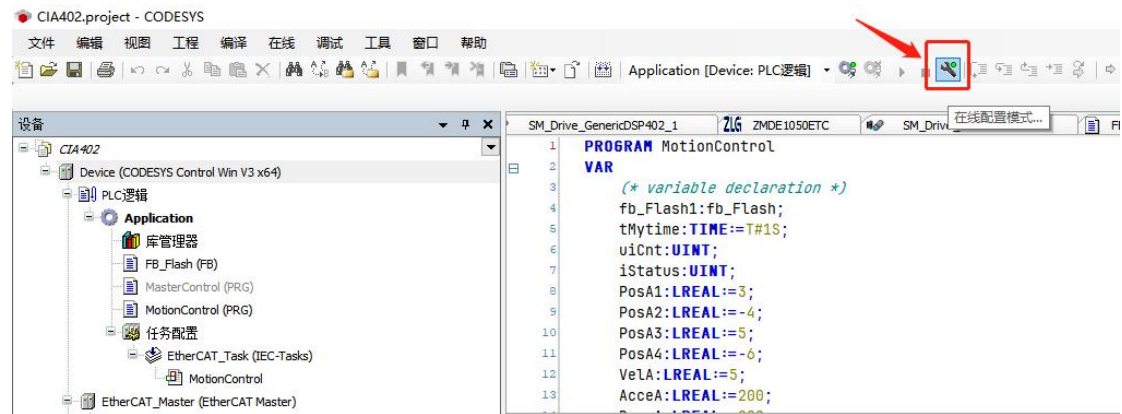
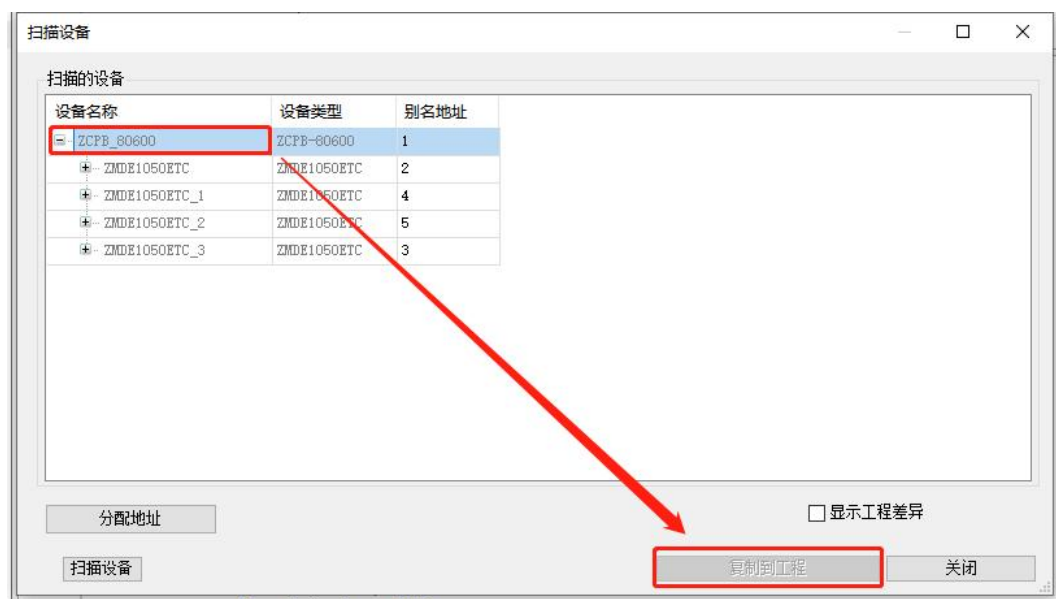

图 4.9 在线配置模式
图 4.10 复制到工程
(8) 点击菜单栏上的“在线配置模式”按钮进入在线配置模式，如图 4.9 所示。再右击设备栏“EtherCAT_Master”，选择扫描设备，选择“ZPBC_80600”后点击“复制到工程”，如下图 4.10 所示。